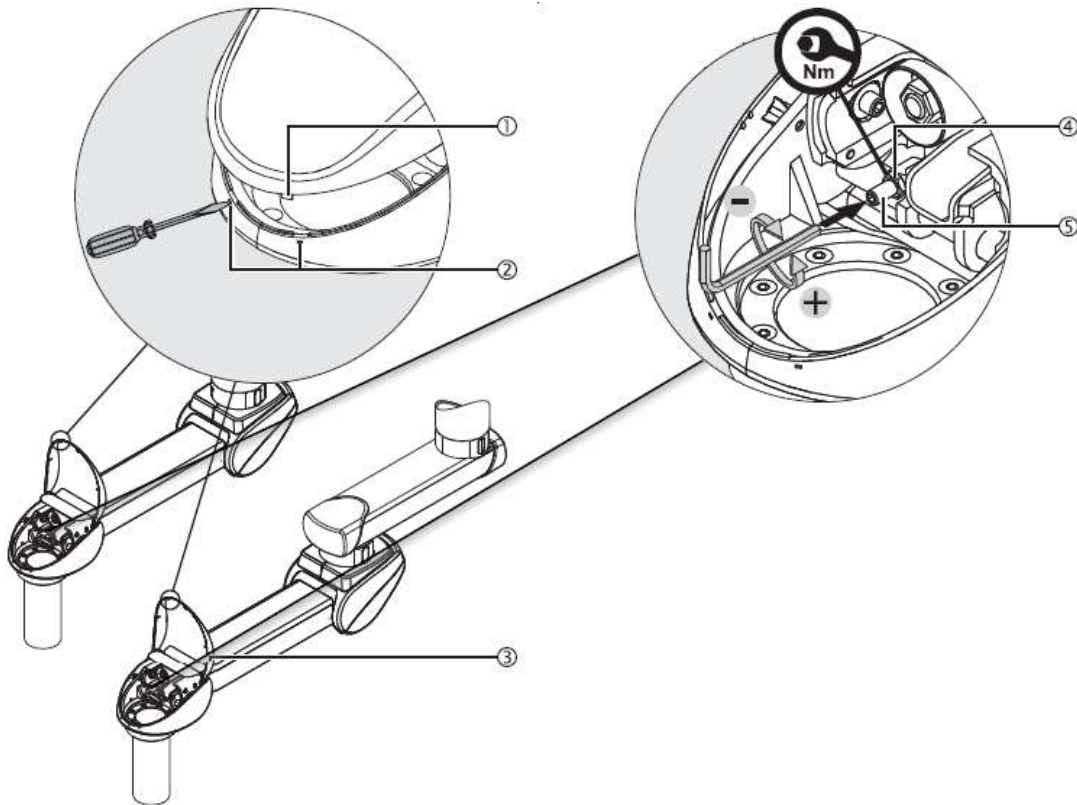

Abb. 78 Einstellung der vertikalen Höhe an einem Federarm
- Lösen und drehen Sie die Sechskantmutter M12 ④ – ISO 4035 zurück.
- Setzen Sie den Inbusschlüssel in die Einstellschraube ⑤ ein.
- Um die vertikale Höhe zu verringern, drehen Sie den Inbusschlüssel nach links (gegen den Uhrzeigersinn), wie in Abbildung 78 dargestellt.
- Um die vertikale Hubhöhe zu vergrößern, drehen Sie den Inbusschlüssel nach rechts (im Uhrzeigersinn), wie in Abbildung 78 dargestellt.
- Ziehen Sie die Sechskantmutter M12 ④ – ISO 4035 fest.